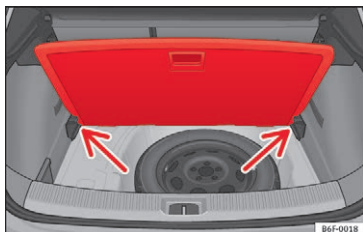

Fig. 167 Variabel bagagerumsbund i vipet position
- Løft den variable bagagerumsbund i grebet ①, træk i den, og tryk den hen imod bagsæderyglænet, indtil bunden bliver foldet ved den hængslede linje, og den bevægelige del af bunden hviler på ryglænet.
- Læg bagagerumsbunden på de dertil beregnede holdere » **Fig. 167** (pile).